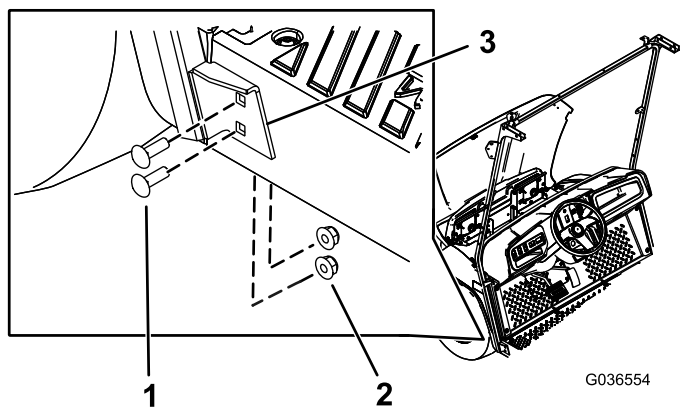

図 32
4. 左右の風防サポートの下側ブラケットを機体に固定するキャリッジボルト5/16 x 1 インチ4本とフランジナット5/16 インチ4個を使用してステップ1で開けた穴に取り付ける図 32。